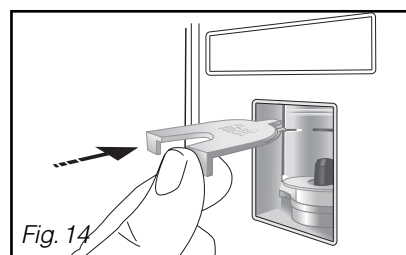

Fig. 14
- Clippez le déflecteur au dessus de la pompe (Fig. 14).